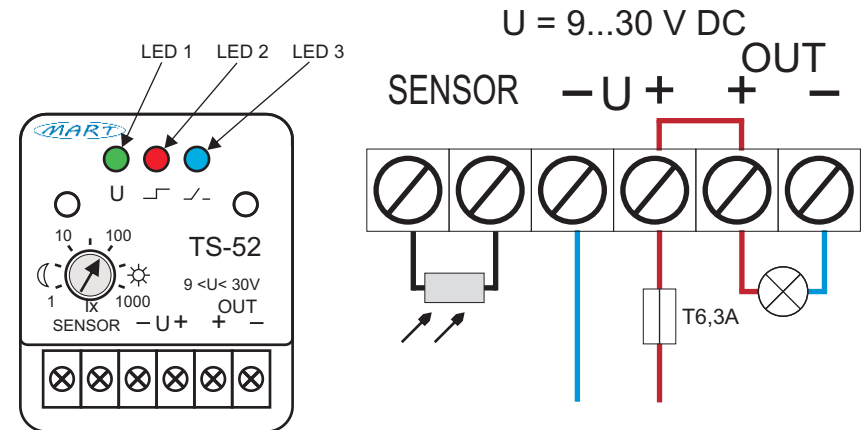

Abb. 2.: Beschreibung der LED-Leuchten an der Gehäusefront und Anschlusspläne des DÄMMERUNGSSCHALTERS TS-52-3.
3. Verbinden Sie die Zuleitungen gemäß dem Diagramm (Abb. 2)